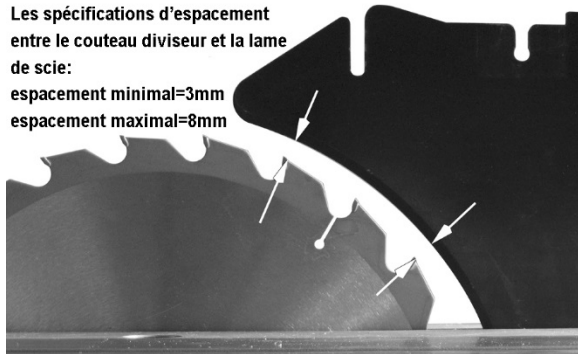

Figure 8-9
L'espace entre la lame de la scie et le couteau séparateur doit être d'une largeur se trouvant entre 3 mm (0,12 po) et 8 mm (0,32 po). Voir la Figure 8-9.
9. Resserer les vis (C).
10. Réinsérez le couteau séparateur; engagez le levier (A) et vérifiez que l'espace entre la lame de scie et le couteau fait entre 3 et 8mm (Figure 8-9).